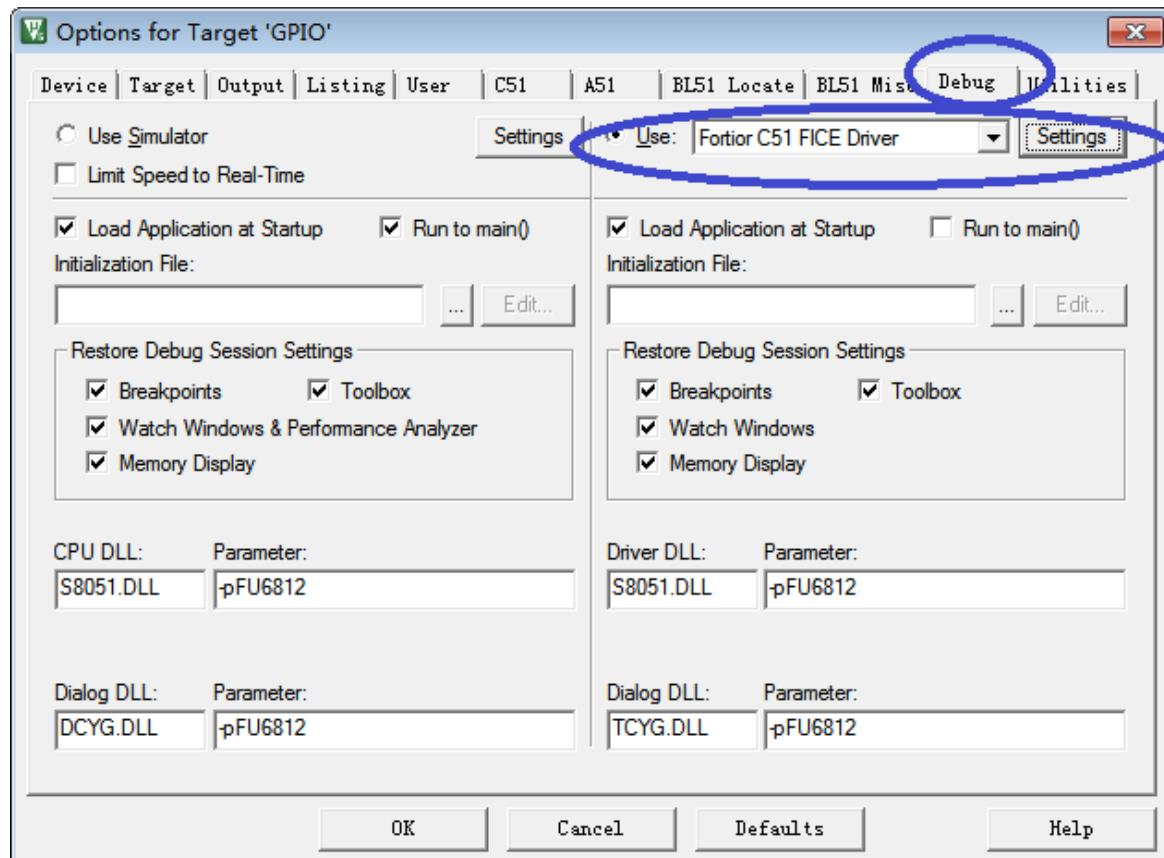

图 35-1 代码保护第 1 步
1. 打开 8051 集成开发工具，编译前进入 **Target Options** 中并选择 **Debug** 选项卡，按照上图 35-1 所示进行选择，并点击 **Settings** 进入下一步设置。